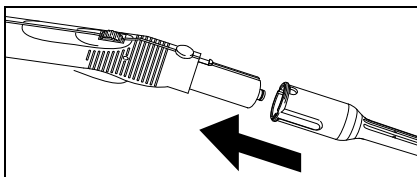

Fig. 6
- Tilslut det nødvendige tilbehør (D1, E1, F1) til damp pistolen (C1). Sæt tilbehørets åbne ende på damp pistolen (C1) og skub det ind på damp pistolen, så damp pistolens åbneknop (C2) falder i hak. (se fig. 6).